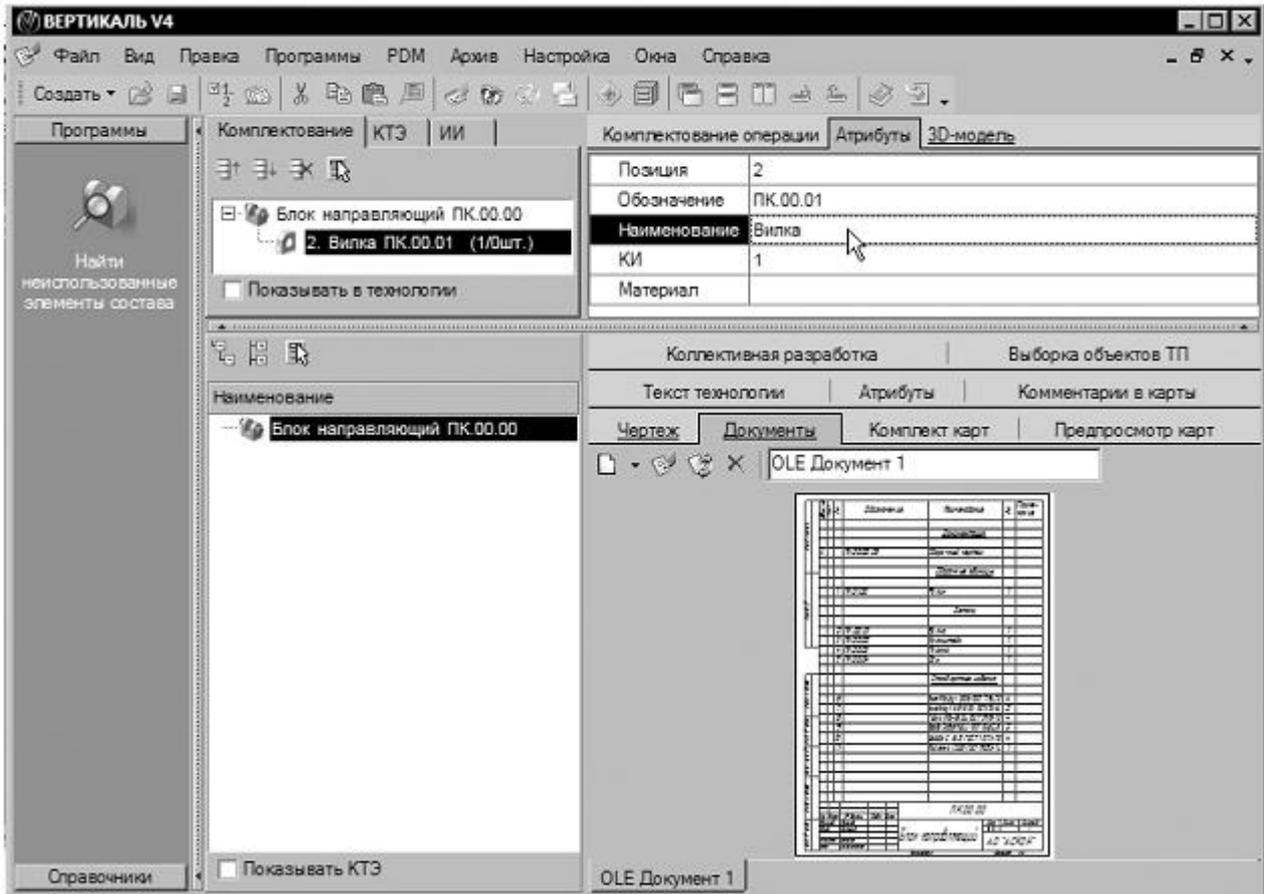

Рисунок 5.
10. Установите курсор на вновь появившийся элемент и перейдите на вкладку Атрибуты в окне справа. Заполните ячейки вкладки так, как показано на рис. 5.